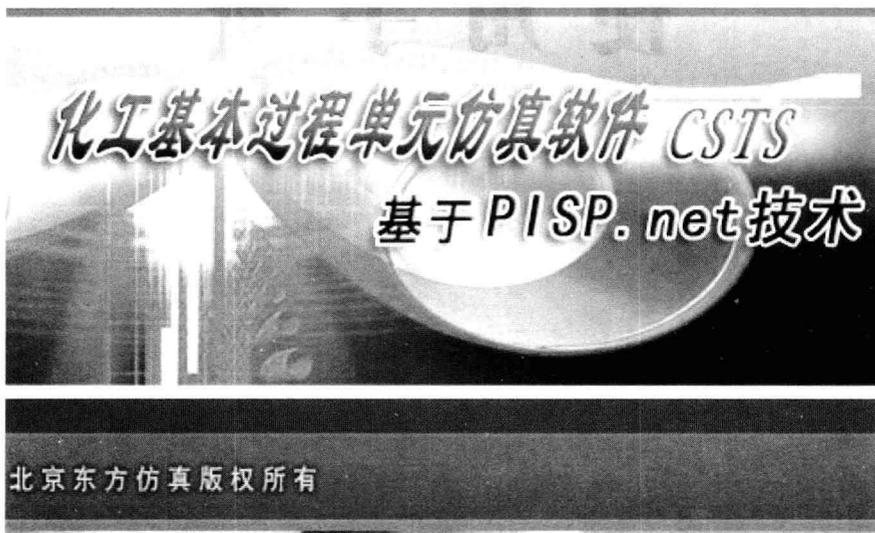

图 1-1 系统启动界面
① 双击桌面快捷图标“CSTS2007”：
② 通过“开始菜单→所有程序→东方仿真→化工单元操作”启动软件。软件启动之后，弹出运行界面，如图 1-1 所示。